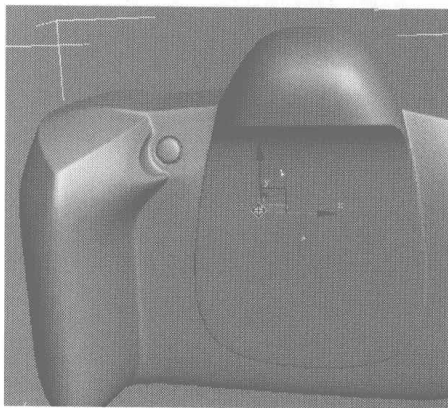

图 6.89
- 21** 此时辅助灯就制作完成了，效果如图 6.89 所示。